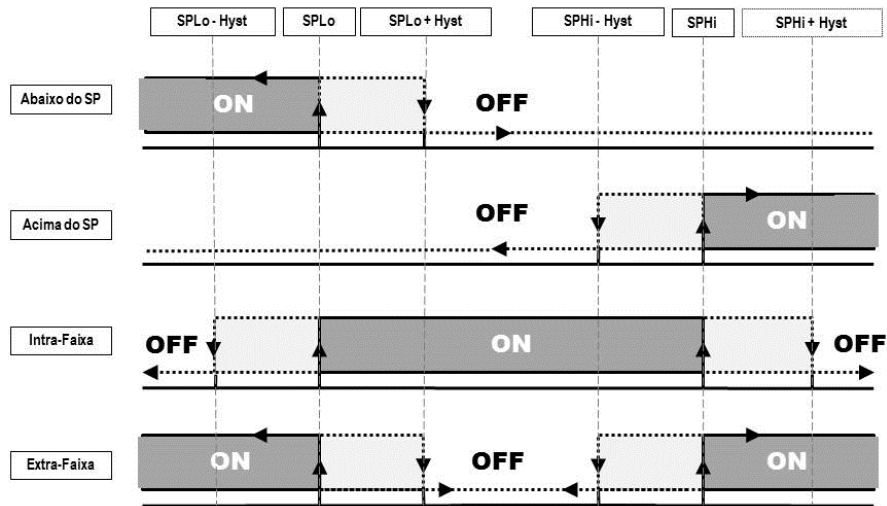

Fig. 07 – Condições de ativação e desativação dos diferentes modos de alarme
- **Histerese:** Armazena o valor de pressão que, juntamente com os valores dos *setpoints*, determina o valor limite para que se saia de uma situação de alarme. A **Fig. 07** apresenta as condições para ativação e desativação de alarme.